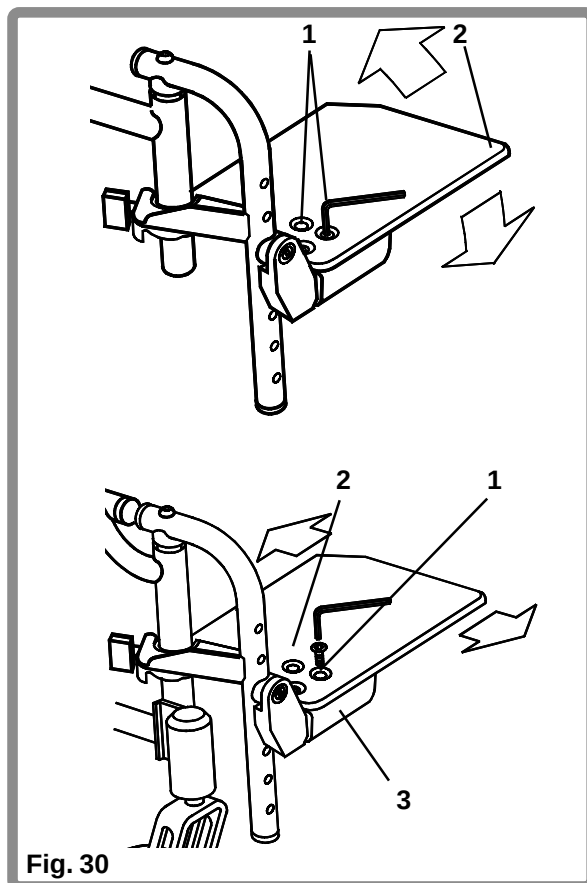

Fig. 30
Pour ajuster l'angle de la plateforme (Fig. 30), desserrez suffisamment les deux vis d'attache (1) pour permettre à la plateforme (2) de pivoter (utilisez une clé à six pans de 4 mm). Faites pivoter la plateforme jusqu'à l'angle désiré et coupez les vis entre 8 et 10 Nm.